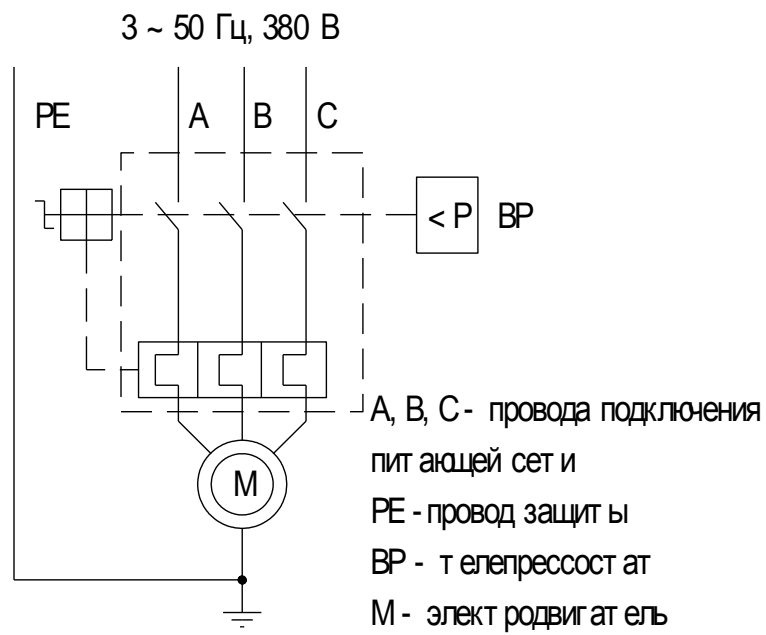

Рис. 5
2.8. Общий вид компрессоров представлен на рис. 1, 2, 3, 4, схема электрическая принципиальная - на рис. 5.